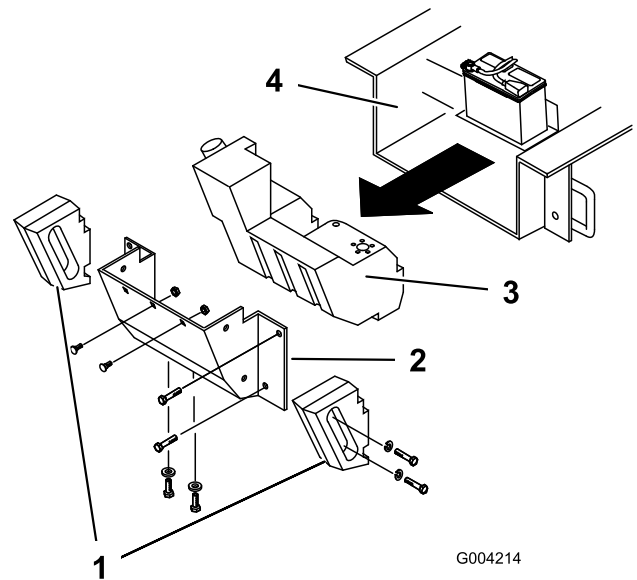

Figura 64
Abra el capó e inspeccione frecuentemente la zona debajo del motor con una linterna. Cuando la acumulación de residuos llegue a 2,5–5 cm de profundidad, realice el procedimiento siguiente (consulte la Figura 64 al realizar este procedimiento):
5. Retire los pernos, las arandelas y las arandelas de freno que fijan los dos contrapesos laterales, y retire los contrapesos (Figura 64).
8. Retire las 6 tuercas y los pernos que fijan el panel trasero; retire el panel (Figura 64).
10. Deslice el depósito de combustible hacia atrás (Figura 64).
17. Introduzca el depósito de combustible parcialmente en el chasis (Figura 64).
23. Vuelva a colocar el panel trasero y fíjelo con los seis pernos y las tuercas que retiró anteriormente (Figura 64).
25. Instale los contrapesos laterales con los pernos, las arandelas y las arandelas de freno que retiró anteriormente (Figura 64).